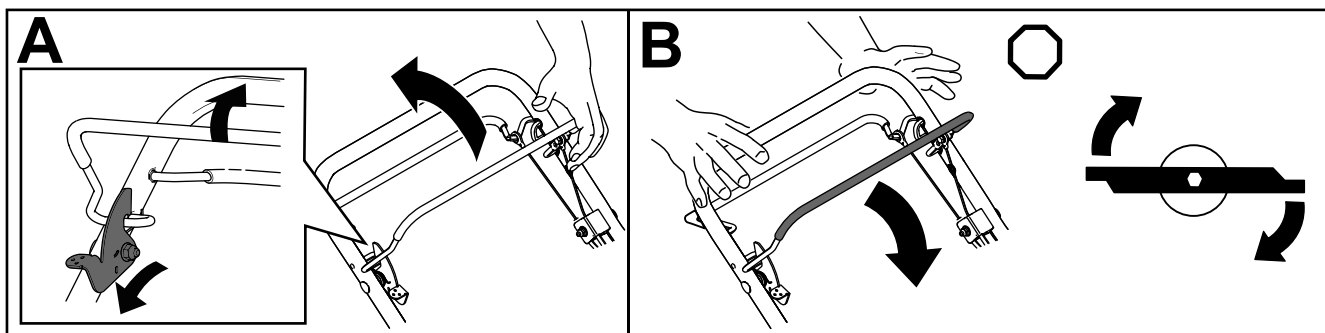

Figura 17
1. Spingete in avanti e tenete premuta la leva di blocco del comando lama per rilasciare la barra di comando della lama (A della Figura 17).
2. Tirate la barra di comando della lama verso la stegola e rilasciate la leva di blocco del comando lama; la lama dovrebbe innestarsi (A della Figura 17).
3. Rilasciate la barra di comando della lama per disinnestare la lama (B della Figura 17). La leva di blocco del comando della lama viene ripristinata per bloccare la barra di comando della lama.